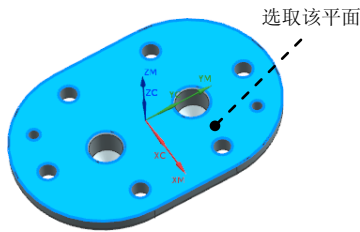

图 19.18 选取面
Step2. 指定顶面。单击“钻”对话框中 **指定顶面** 右侧的  按钮, 系统弹出“顶面”对话框; 在“顶面”对话框中的 **顶面选项** 下拉列表中选择 **面** 选项, 然后选取图 19.18 所示的面; 单击“顶面”对话框中的 **确定** 按钮, 返回“钻”对话框。